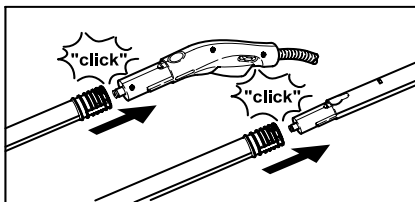

Ilustración 4
- Si fuera necesario, emplee los tubos de prolongación (G1). Para ello, monte uno o ambos tubos de prolongación en la pistola aplicadora de vapor (C1) (véase la fig. 4). Acoplar los accesorios necesarios (D1, E1, H1) al extremo libre del tubo de prolongación.